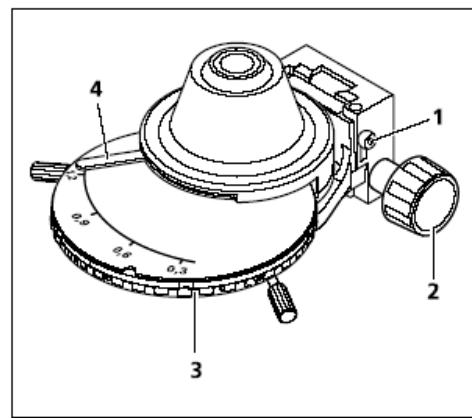

图4-2 校准聚光镜支架上的垂直限位
- 把聚光镜的前端透镜（如果在使用中）置入工作位置（ $\geq 10x$  的物镜），并转动调整旋钮，把聚光镜（图4-1/3和图4-2/2）垂直调节到上限位。调节该限位，确保能防止聚光镜撞击标本（有关调节聚光镜限位的详情，请参见第4.1.1(4)节）。
- 在配有旋转模块转盘的聚光镜上：转动转盘（图4-2/3）到达位置 H（明视场）。
- 为了调节光圈（对比度），从镜筒中取下一个目镜。通过观察镜筒，使用调节转轮（图4-2/4）把光圈大约调节到物镜视场（图4-1/E）直径的 $\frac{2}{3}$  到  $\frac{4}{5}$ 。对于大多数情形，在近于最大分辨率下，这个光圈将达到最高对比度，因此，也是相对于人眼的最佳观察位置。
- 使用 SW3 球头螺丝刀松开垂直限位上的固定螺丝钉（图4-2/1）。
- 缩小视场光阑，并垂直调节聚光镜（图4-2/2），直到图像清晰为止。
- 固定垂直限位的固定螺丝钉（图4-2/1）。